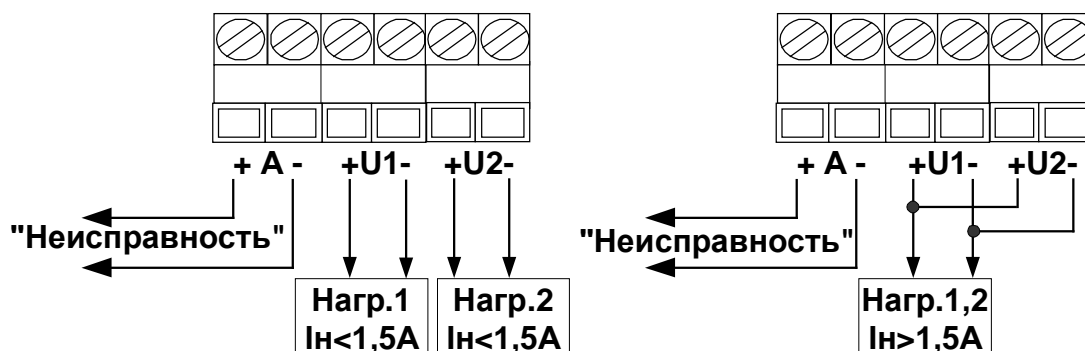
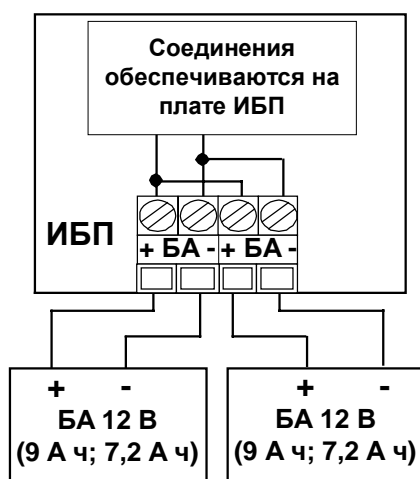
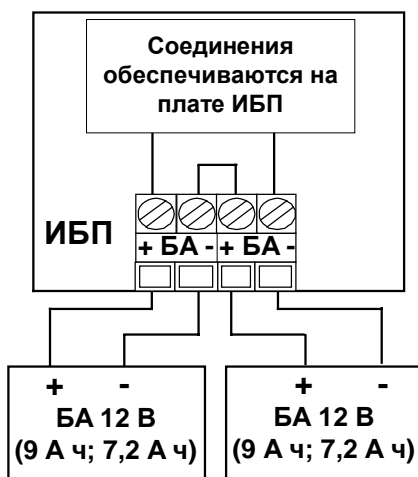
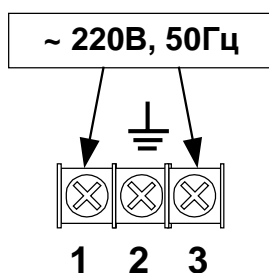

Рис. 3 Схема подключения нагрузки ($I_n < 1,5A$ и $I_n > 1,5A$) и сигнала “Неисправность” к разъему XT2
Рис. 4 Подключение аккумуляторных батарей в ИБП-12 к разъему XT2
Рис. 5 Подключение аккумуляторных батарей в ИБП-24 к разъему ХТ2
Рис. 6 Подключение сетевого кабеля к разъему ХТ1
Подключение нагрузки к выходам 1 и 2 показано на Рис. 3 . При токе нагрузки более 1,5 А выходы 1 и 2 “запараллелить” в соответствии Рис. 3 (клеммы показаны на правой части рис).
Подключение аккумуляторных батарей для ИБП-12 показано на Рис. 4. В случае использования двух батарей они запараллеливаются на выходе уже имеющейся на плате перемычкой. Возможно подключение одной батареи, в этом случае неиспользуемые для подключения клеммы проводов БА изолировать или отсоединить от клемм XT2.
Для ИБП-24 обязательно использование двух аккумуляторных батарей. Их подключение показано на Рис. 5. Они объединяются последовательно уже имеющейся на плате перемычкой.
Подключение сетевого кабеля 220В к разъему ХТ1 показано на Рис. 6 . Обратите внимание, что заземляющий контакт вилки подсоединяется к средней клемме.
6.4.4 Подключение соединительных линий и БА к клеммам ИБП производится в соответствии с Рис. 3, Рис. 4, Рис. 5, Рис. 6. Перед подключением вилку внешнего питания 220В необходимо отсоединить от сети.
6.5. Установить аккумуляторные батареи, подключив их к клеммам с помощью соединительных проводов, имеющих соответствующую маркировку (красный наконечник «+», синий наконечник «-») по схеме, приведенной на Рис. 4 и Рис. 5.